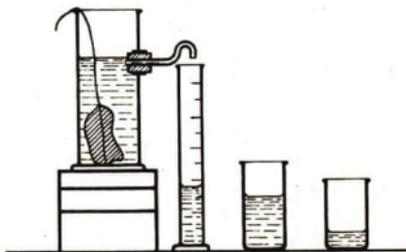

Abb. 21. Raummessung eines festen Körpers mit einem Überlaufgefäß. Das vom eingetauchten Körper verdrängte Wasser läuft in einen Meßzylinder über.
3. Bestimmung des Rauminhaltes fester Körper durch Wasserverdrängung. Es ist durchaus möglich, daß wir im physikalischen Unterricht auch einmal den Rauminhalt eines Körpers bestimmen müssen, den wir mit Hilfe einer einfachen mathematischen Formel nicht berechnen können. Wie können wir uns da helfen? Wir nutzen die Verdrängung des Wassers durch feste Körper aus, von der wir in § 2, 2 gehört haben. Wir senken den an einen dünnen Draht gebundenen Stein in einen mit Wasser gefüllten Meßzylinder und lesen an der Skala unmittelbar die Wasserverdrängung und damit den Rauminhalt des Körpers ab. Noch genauer wird die Messung, wenn wir ein sogenanntes *Überlaufgefäß* verwenden, aus dem das vom Körper verdrängte Wasser seitlich abläuft. Es ist darauf zu achten, daß vor Beginn des Versuches das Gefäß bis zum Überlauf gefüllt ist. Wir können das Wasser in einem engen, feingeteilten Meßzylinder auffangen, in den der zu messende Körper selbst unter Umständen nicht hineinpaßt (Abb. 21).